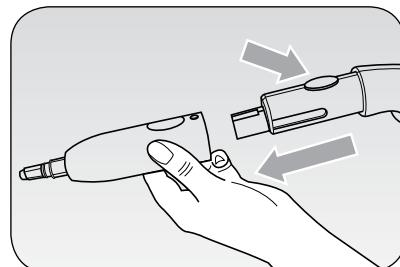

Fig. 2
Revisser le bouchon de sûreté (L). Appliquer l'accessoire désiré (voir paragraphe "ACCESSOIRES") sur le pistolet (C), en l'introduisant jusqu'à son blocage et poussant simultanément le dispositif de blocage/déblocage supérieur sur le pistolet (Fig. 2).
Cet accessoire, qui doit être appliqué sur l'adaptateur (12), aide à nettoyer les incrustations les plus résistantes comme celles qui se forment sur les plaques du plan de cuisson ou dans les fissures des carrelages. Il peut être utilisé pour le nettoyage des sanitaires, des éviers, des plaques de cuisson, de la douche ou de la baignoire, en éliminant toute trace de calcaire (Fig. 2).